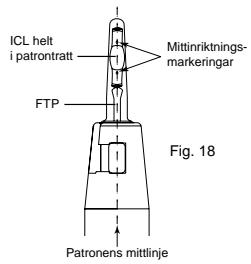

Fig. 18
- Inspektera linsens orienteringen under operationsmikroskop. Patronens genomskinliga tratt möjliggör identifiering av mittmarkeringarna på vardera sidan av linsens optik. Dessa markeringar bör vara synliga i läget klockan 12 och vara i rak inriktning ned utmed patronens skaft. (Om de inte är inriktade eller korrekt orienterade kan ICL:en eller TICL:en vridas och måste då injiceras in i patronens bricka och laddningsproceduren upprepas). (Fig. 18)